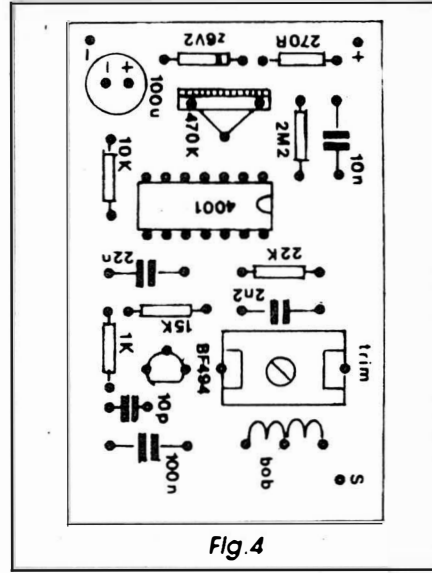

Fig. 4
- FIG. 4 - CHAPEADO DA MONTAGEM - A colocação das peças principais sobre o impresso (face não cobreada) é vista no diagrama com todos os necessários detalhes (valores, códigos, polaridades, etc.). O integrado, o transistor, o diodo zener e o capacitor eletrolítico, têm posição certa para inserção dos seus terminais à placa, merecendo assim maior dose de atenção... Resistores e capacitores comuns não são polarizados, mas o montador deve ter cuidado de corretamente ler seus valores antes de posicioná-los no impresso. A bobininha e o *trimmer* requerem tam-